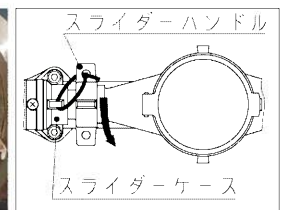

図 3
- ① メータ受けとスライダーハンドルのメータ圧着面の両側にパッキンがしっかりとハマっている事を確認して下さい。(写真1参照)
- ② メータの流水方向とメータセットの流水方向を合わせ、取り付けして下さい。
- ③ ハンドルをS(閉)方向へ回し、メータ圧着面を前進させ、メータを確実に圧着させて下さい。
- ④ メータ取付け後、メータ圧着部からの漏水等の異常が無い事を確認して下さい。
- ⑤ 異常の無い事を確認後、ハンドルは緩み防止の為、締める方向(S方向)にスライダーハンドルとスライダーケースを結束バンド(インシュロック)で結んで下さい。(図3参照)